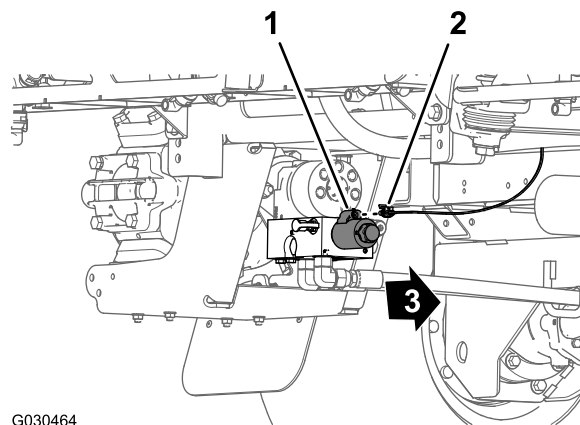

Figura 25
5. Na traseira da máquina — suporte interior da bomba de pulverização, desligue o conector de duas tomadas da cablagem traseira do conector de dois pinos do relé para a bomba (Figura 25).